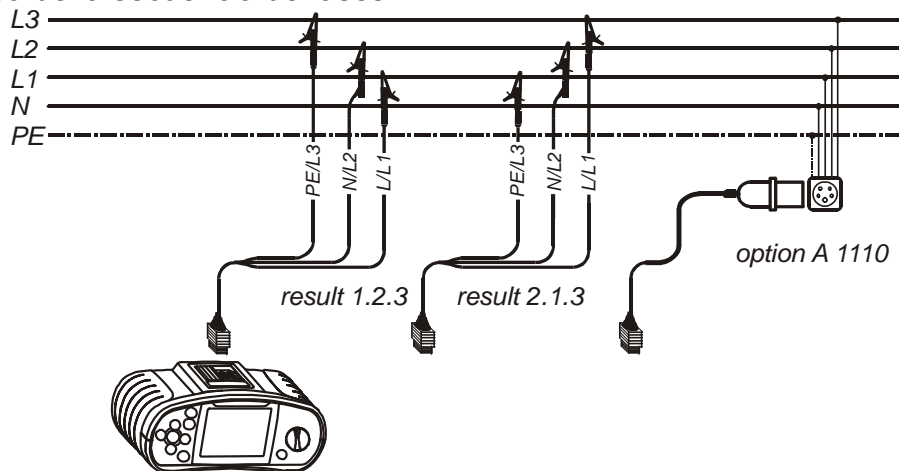

Figura 5.43: Conexión del cable universal de prueba y cable opcional trifásico
Paso 2 Siga el siguiente diagrama que muestra la figura 5.43 para realizar la prueba de la secuencia de fases.